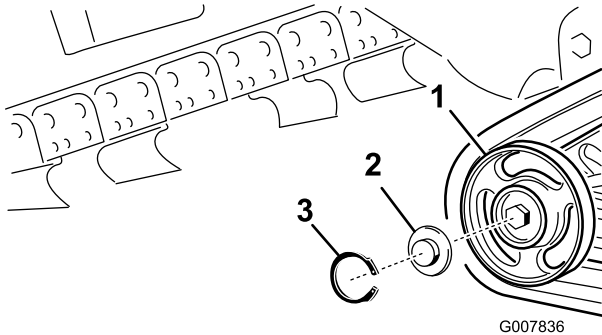

Bild 52
2. Nehmen Sie den Sprengring und die Kappe vom Straßenrad ab (Bild 52).
3. Prüfen Sie das Schmiermittel unter der Kappe und um die Dichtung (Bild 52). Wenn es schmutzig, körnig oder verbraucht ist, entfernen Sie das gesamte Schmiermittel, wechseln Sie die Dichtung aus und fügen Sie neues Schmiermittel hinzu.
5. Setzen Sie die eingefettete Straßenradkappe auf den Schraubenkopf (Bild 52).
6. Befestigen Sie die Straßenradkappe mit dem Sprengring (Bild 52).